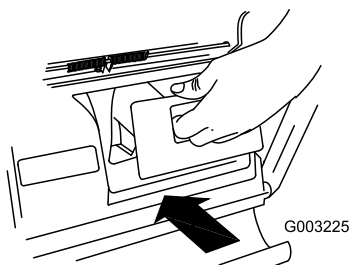

Figure 34
**Important:** Assurez-vous que l'obturateur de l'éjecteur arrière est en place avant de procéder au recyclage (Figure 34).